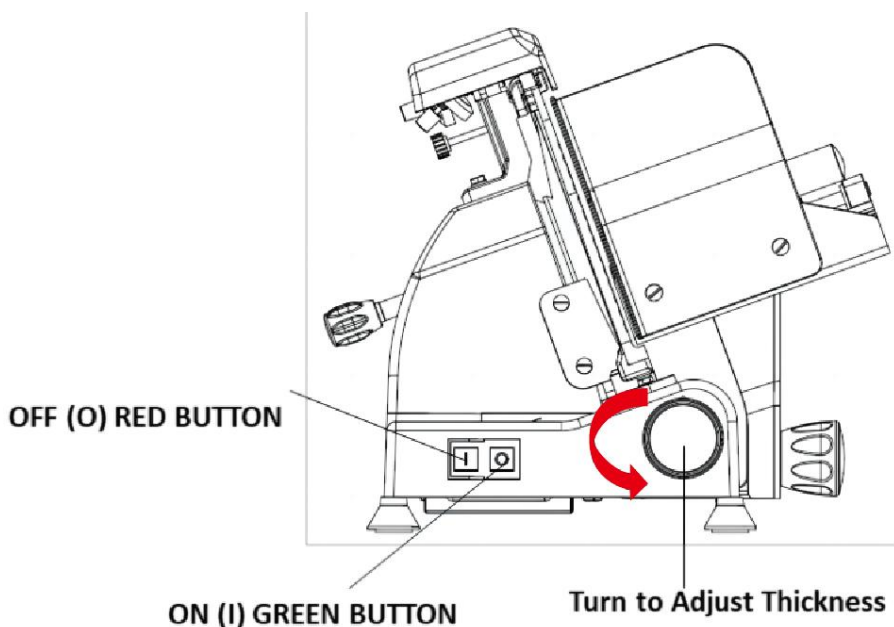

Abb. 2
27. Um den Fleischschneider einzuschalten, drücken Sie die grüne Taste „I“. (Siehe Abb. 2)
28. Um den Fleischschneider auszuschalten, drücken Sie die rote Taste „O“. (Siehe Abb. 2)
30. Platzieren Sie ein Tablett oder einen Teller hinter dem Fleischschneider und unter der Klinge (Teil ⑧), um die geschnittenen Lebensmittel aufzufangen, wenn sie den Klingenbereich verlassen.
31. Halten Sie den Griff des Stopfers (Teil ⑪) mit Ihrer rechten Hand. Schützen Sie Ihre Hände hinter dem Stopfer ⑤ .
34. Wenn Sie fertig sind, schalten Sie den Fleischschneider durch Drücken der roten Taste auf „AUS“ (0). (Siehe Abb. 2)
36. Drehen Sie aus Sicherheitsgründen den Dickeneinstellknopf (Teil ②) nach dem Gebrauch immer in die Position „O“, um die scharfe Kante der Klinge (⑧) richtig zu schützen.